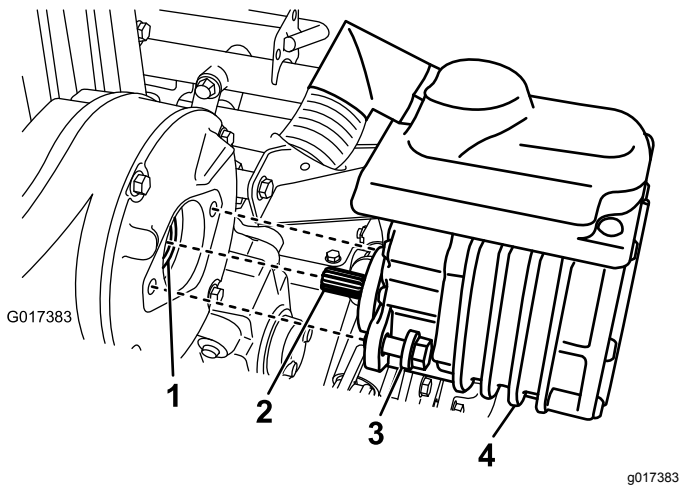

Bild 40
2. Nehmen Sie die zwei Schrauben ab, mit denen der Motor am Getriebegehäuse befestigt ist (Bild 40).
4. Bringen Sie ein oder zwei Pumpenstöße von der Fettpresse auf die Innengewindekupplung im Getriebegehäuse auf (Bild 40).